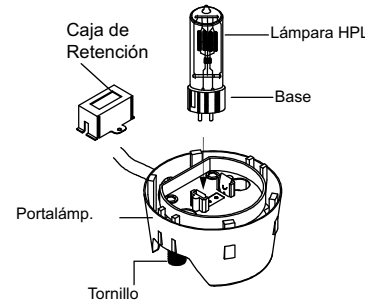

Figura 2
6. Para la inserción de lámpara HPL siga la figura 2, retire la caja de retención e inserte firmemente la lámpara en el portalámparas.